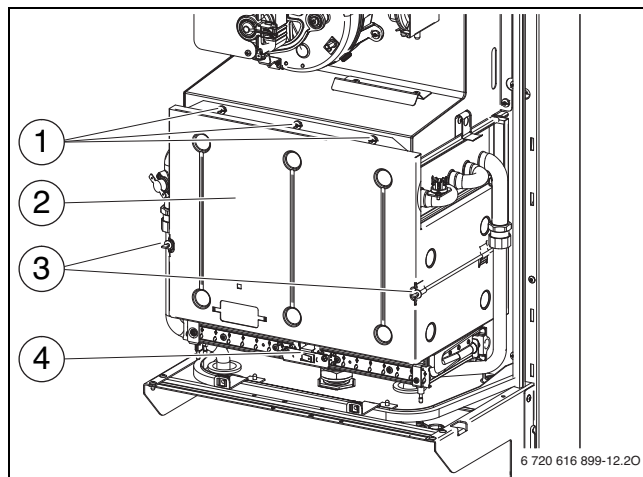

Fig. 57 Ouvrir la chambre de combustion
- ▶ Dévisser les trois vis du haut (→ fig. 57, [1]) et les deux vis du bas [3].
- ▶ Retirer la chambre de combustion (→ fig. 57).